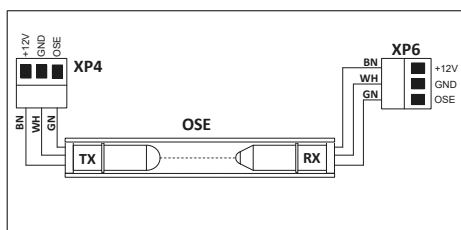

Рисунок 6 – Оптоэлектронная кромка безопасности (OSE)
- DIP 1** OFF – кромка безопасности оптоэлектронная OSE (Рисунок 6, 8, 9)
- DIP 2** OFF – кромка безопасности OSE однолучевая (Рисунок 6, 8)